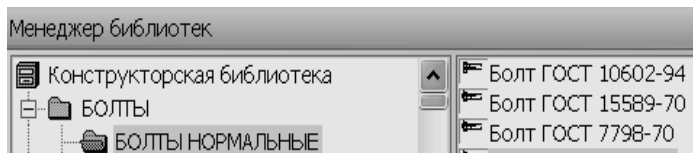

Рис. 107
3. Выбрать изображение болта из конструкторской библиотеки: меню *Библиотеки* → *Конструкторская библиотека* → папка *БОЛТ* → папка *БОЛТЫ НОРМАЛЬНЫЕ*. Активизировать раздел *Болт ГОСТ 7798–70* (рис. 107).